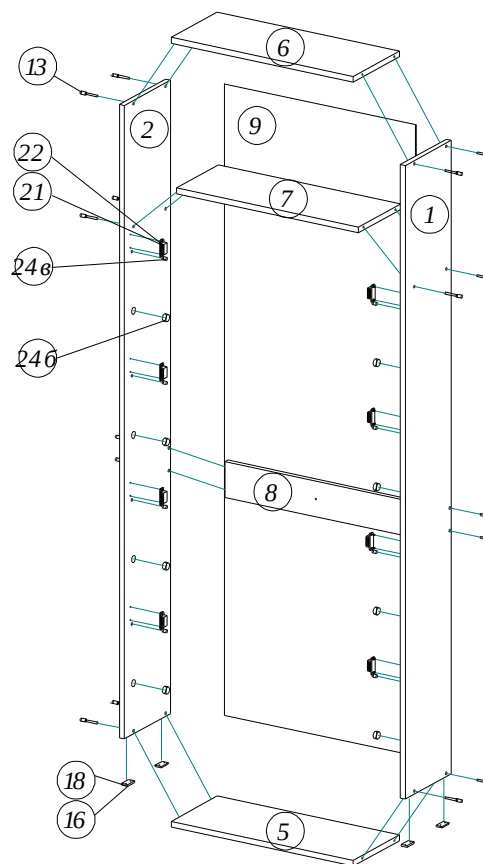

Рис.1 Сборка корпуса обувницы
1. Прикрепить гвоздями (16) подпятники (18) к боковинам (1,2) на расстоянии 20-30 мм от краев.
2. Собрать корпус обувницы в соответствии с рисунком 1. Установить магнитные защелки (22): прикрепить на боковины (1,2) магниты саморезами 3x20 (21) и к фасадам (3) ответные планки саморезами 3,5x12 (20) (рисунок 1 и 6). Установить втулки (24б) в соответствующие отверстия диаметром 20 мм на боковинах (1,2). Установить штифт-упор (24в) в отверстие диаметром 8 мм на боковинах (1,2).
3. Выверить прямоугольность корпуса обувницы (равные диагонали). Закрепить заднюю стенку (9) к корпусу обувницы согласно рисунку 2 гвоздями (16).